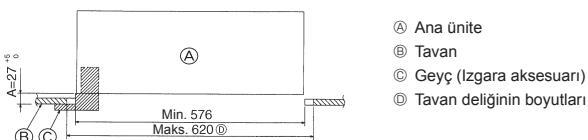

Fig. 2-6
- Ana ünitesi tavandaki montaj deliğiyle hizalanamıyorsa, montaj levhasındaki bir yarık vasıtasiyla ayarlanabilir. (Fig. 2-6)